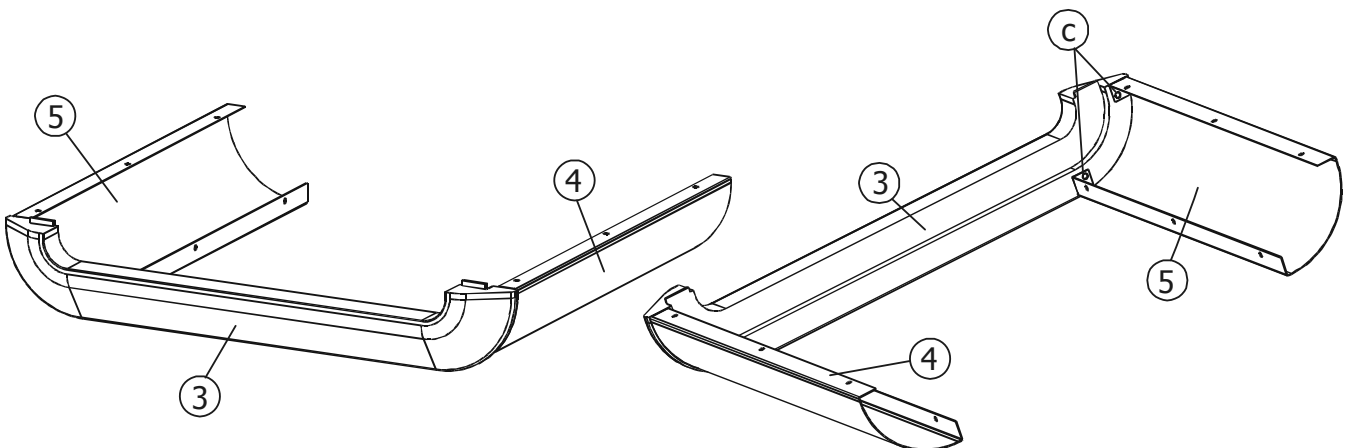

Abbildung 5 - Basis des Kaminofens Kasai
1. Das zentrale Teil "3" und ein Seitenteil ("4" oder "5") aus der Verpackung nehmen und mithilfe der zwei Kleeblattschrauben "c" am Teil "3" festschrauben, bis man das in Abbildung 5 gezeigte Teil erhält. Den gleichen Vorgang für das andere Seitenteil wiederholen.